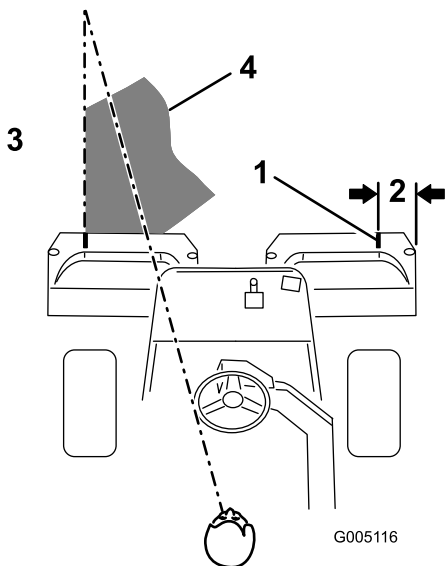

Figure 26
**Remarque:** Pour vous aider à traverser le vert en ligne droite et à maintenir la machine à égale distance du bord de la passe précédente, imaginez une ligne de vision approximativement 1,8 à 3 m devant la machine jusqu'au bord de la partie non tondue du vert (Figure 26). Faites passer la ligne de vision par le bord extérieur du volant, c.-à-d. maintenez le bord du volant aligné sur un point se trouvant toujours à la même distance par rapport à l'avant de la machine.